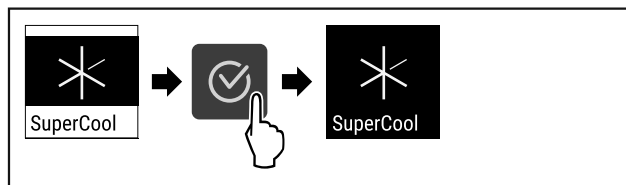

Fig. 74
- ▶ Eseguire i passi (vedere Fig. 74) .